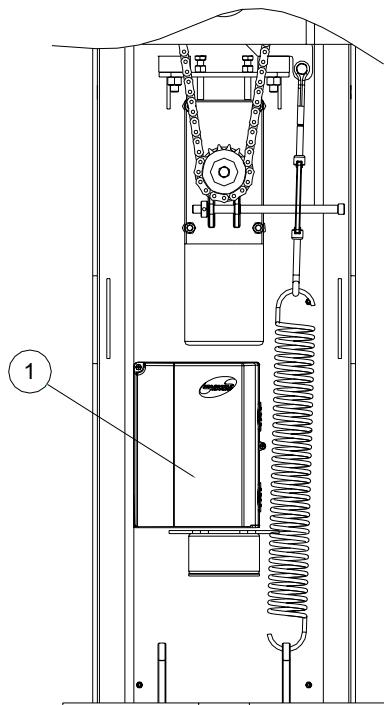
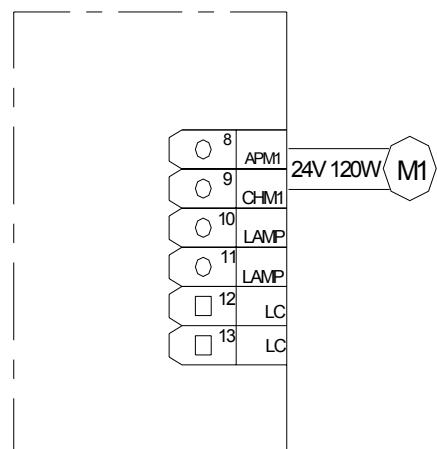

Fig.8
Fig. 9
- Per invertire il senso di apertura, spostare la centrale di comando(1), spostare la molla nella posizione opposta (Fig.8) e invertire il collegamento del motore elettrico sulla centrale di comando (Fig.9).